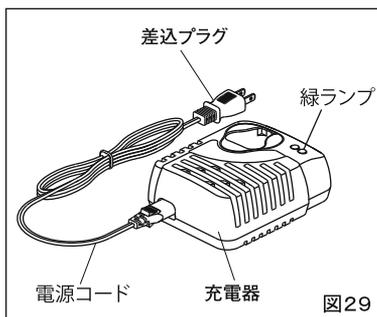

図29
- ②電源コードと充電器を接続してから電源コードの差込プラグを電源に差し込んでください。緑ランプがゆっくり点滅していることを確認してください。緑ランプの点滅は充電可能な状態を表します。(図29)